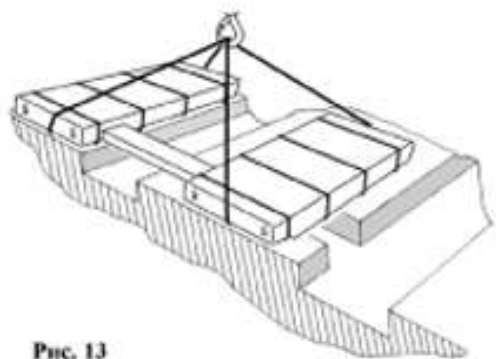

Рис. 13
- Установите упакованный подъёмник на углубление сверху, как показано на рис. 13 и затем разъедините гидро- и пневмоприводы (3), (4) и (5) между двумя платформами.